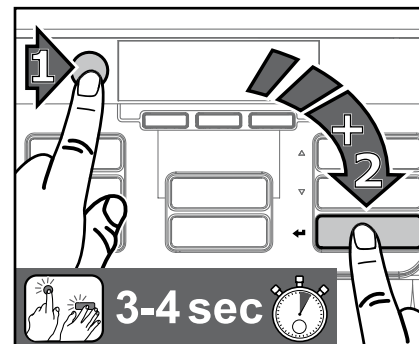

Fig. 24
1. Trykk først STOPP-knappen og så enterknappen ◀ og hold begge to trykket i 3-4 sekunder for å komme til rengjøringsmodus. (Fig. 24)